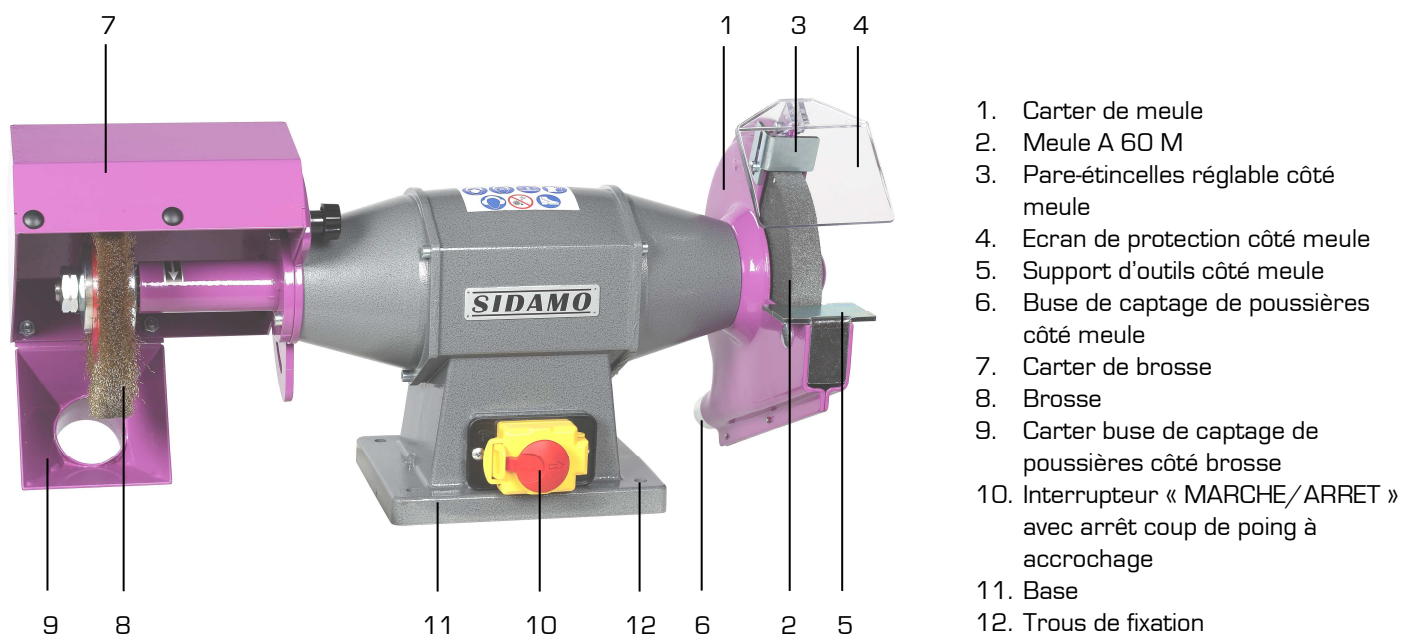

Figure 1
3. Fixer le touret sur le socle ou sur l'établi en introduisant 4 vis (M8) dans les trous (12 fig.1) puis les bloquer fermement au moyen d'écrous appropriés.